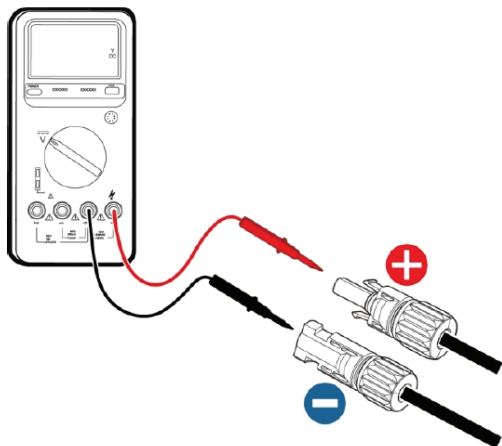

Figura 18 Misurazione della tensione di ingresso di corrente continua
(3) Dopo aver collegato il connettore di corrente continua, utilizzare un multimetro per misurare la tensione della stringa di ingresso della corrente continua, verificare la polarità del cavo di ingresso della corrente continua ed assicurarsi che la tensione di ogni stringa rientri nell'intervallo consentito dall'inverter, come illustrato nella Figura 18.